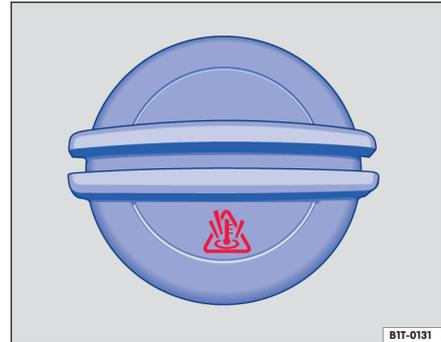

Fig. 157 En el vano motor: tapón del depósito de expansión del líquido refrigerante.
- El depósito de expansión se reconoce por el símbolo 📖 que hay sobre la tapa ⇒ fig. 157.